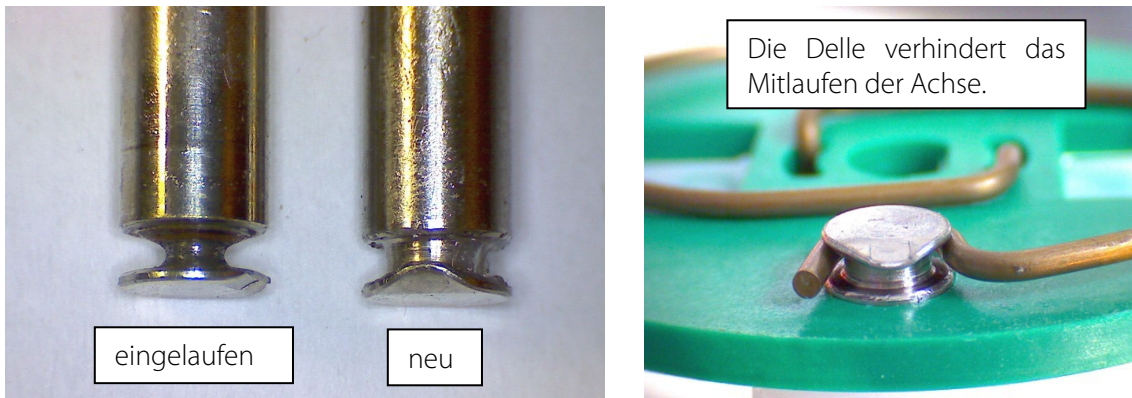

Abbildung 10 Überprüfung der Achsen der Andruckrollen
6. Die Rollenachsen demontieren und die Rollen wechseln. Darauf achten, dass die Andruckfeder nicht in die Achse eingelaufen ist und die Einpressung (Delle) an der Achsenstirnseite beschädigt hat. Bei Abnutzung muss die Achse gewechselt werden (siehe Abbildung 10).
7. Sicherstellen, dass die Kunststoffrollen leicht auf der Achse rollen. Nach dem Wiedereinbau der Achse mit Rolle in den Rollenträger muss die Feder wie in Abbildung 10 gezeigt, montiert sein. Bitte auf richtige Ausrichtung der Einkerbung (Delle) achten.